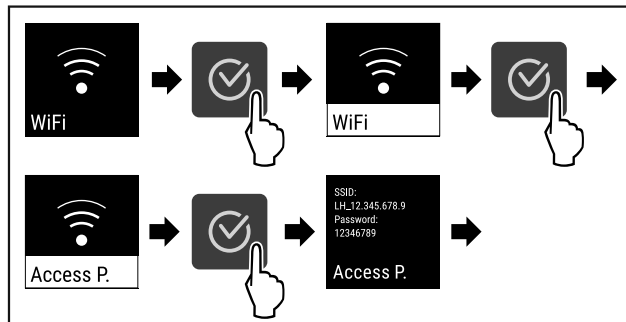

Fig. 85
- ▶ Eseguire i passi (vedere Fig. 85).